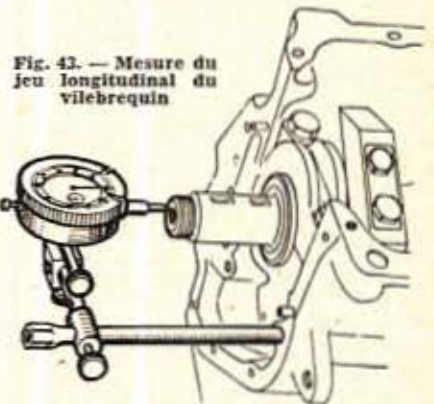

Fig. 43. — Mesure du jeu longitudinal du vilebrequin
- par déplacement longitudinal du vilebrequin, lire, sur le cadran du comparateur, la valeur du jeu (fig. 43).